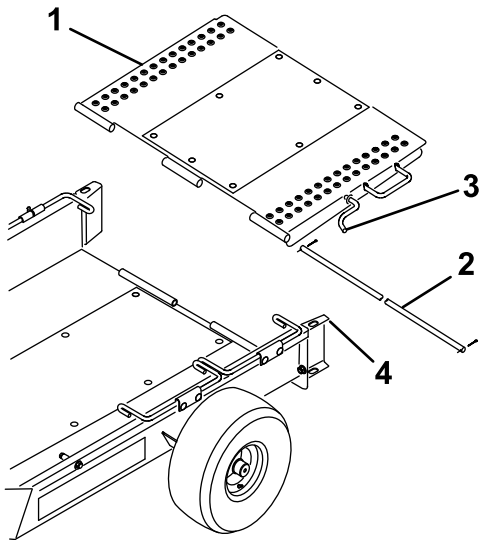

Bild 3
5. Befestigen Sie die Anhängerrampe mit der Scharnierstange und den beiden Splinten hinten an der Anhängerfläche (**Bild 3**).
6. Klappen Sie die Anhängerrampe nach oben und haken Sie den Rampenriegel in die Bohrung an der Oberseite der Radführung ein (**Bild 3**).
8. Klappen Sie die Anhängerrampe nach oben und haken Sie den Rampenriegel in die Bohrung an der Oberseite der Radführung ein (Bild 3).